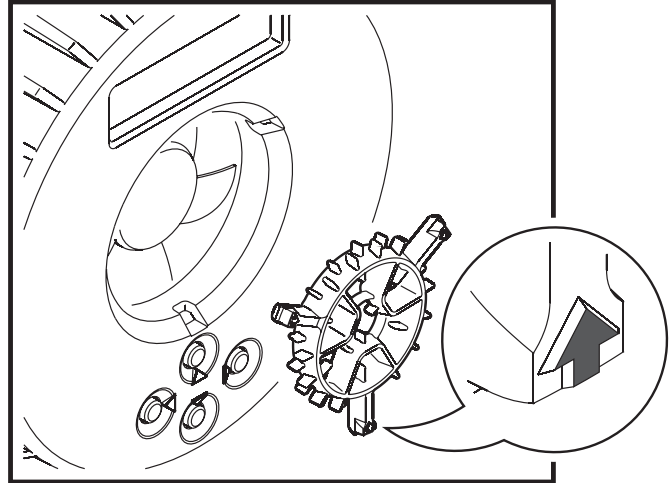

Bild 4: Entfernen des Lüftergitters am Kopf
5. Siehe Bild 4. Entfernen Sie das Lüftergitter an der Rückseite des Kopfes, indem Sie die Rastnase zwischen Gehäuse und Pfeilmarkierung des Gitters mit einem kleinen Schlitzschraubendreher anheben. Ziehen Sie das Gitter aus dem Gehäuse. Reinigen Sie das Gitter und den Lüfter mit Wattestäbchen und einem Staubsauger. Montieren Sie das Lüftergitter.